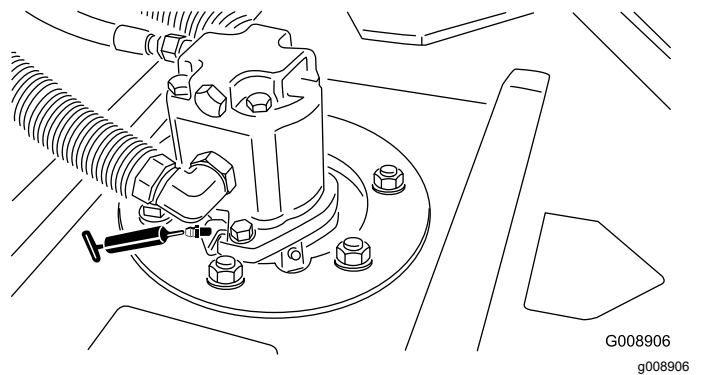

Bild 49
- Spindelwellenlager des Mähwerks (2 pro Mähwerk) (Bild 49)